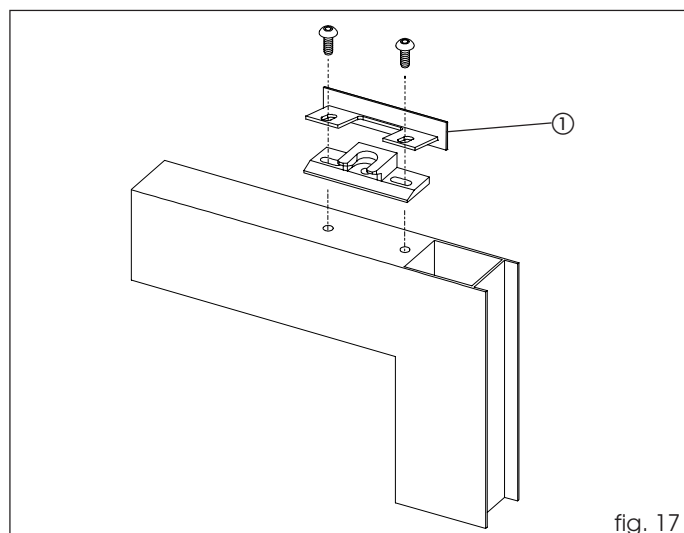

fig. 17
Prima di montare il blocchetto, posizionare il coperchio di chiusura carter come indicato in fig. 17 rif. ①